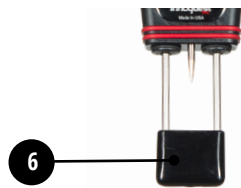

Abb. 1
Das Messgerät durch Drücken der POWER-Taste (2) in Abb. 1 einschalten. Auf dem Display werden zunächst das ausgewählte Medium und der EC-Typ angezeigt. Siehe **So werden Medien- und EC-Typ geändert**, um diese Einstellungen zu ändern. Als nächstes zeigt das Display die Batterielevensdauer in einer Grafik und die Seriennummer des Messgeräts an. Anschließend zeigt das Display den aktuellen volumetrischen Feuchtigkeitsgehalt in %, die Temperatur in °F oder °C und den Wert der elektrischen Leitfähigkeit (EC) in der Masse oder in Poren in Milli-Siemens/cm an. (1 mS/cm = 1 dS/m).